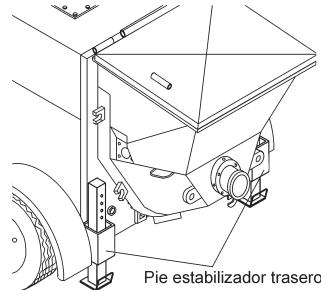

Figura 16. Localización de estabilizadores traseros
15. Localice ambos estabilizadores traseros, el izquierdo y el derecho (Figura 16).